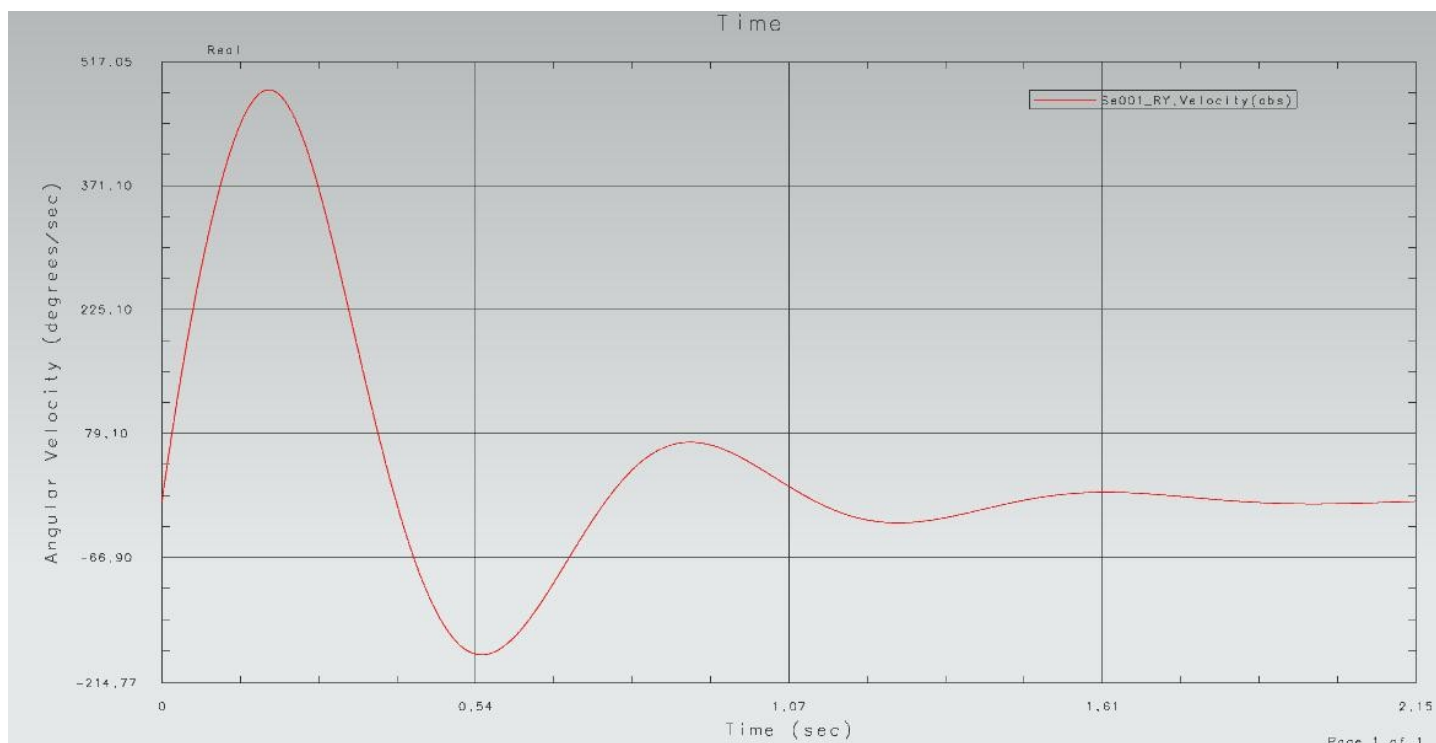
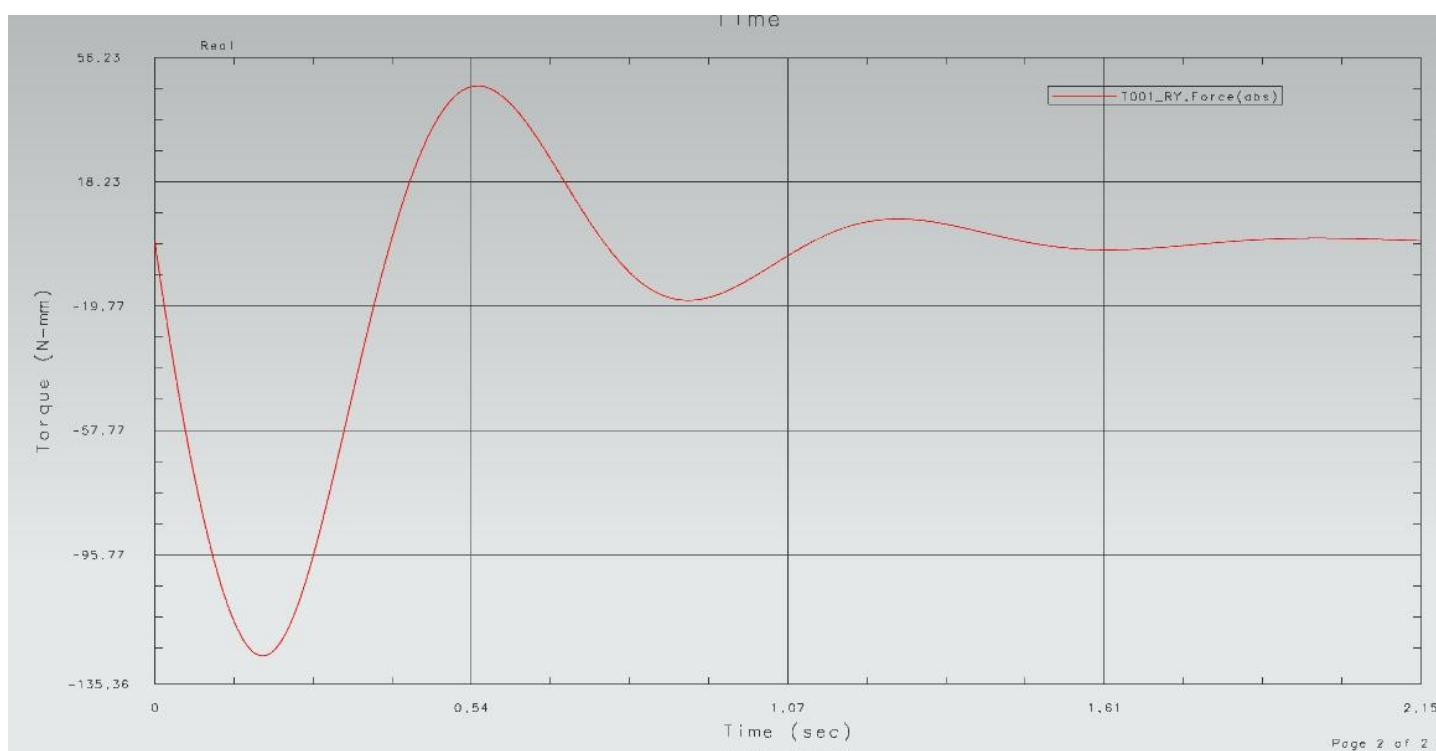

рис.139
рис.140
•График угловой скорости от времени (значение нашего сенсора) показан на рис.139. А график приложенного момента – на рис. 140.